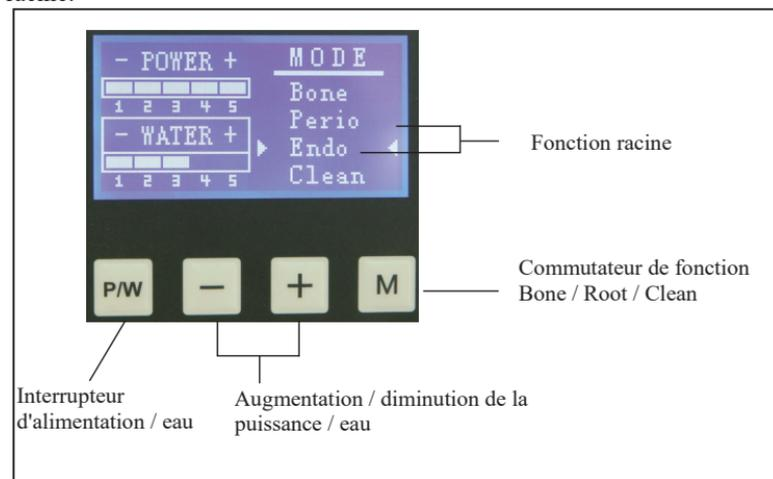

Fig.10
7.2.2 Fonction racine (figure 10)
/ «-» (Fig.10) pour la sélection, en fonction du type de fonction qui a été réglé;